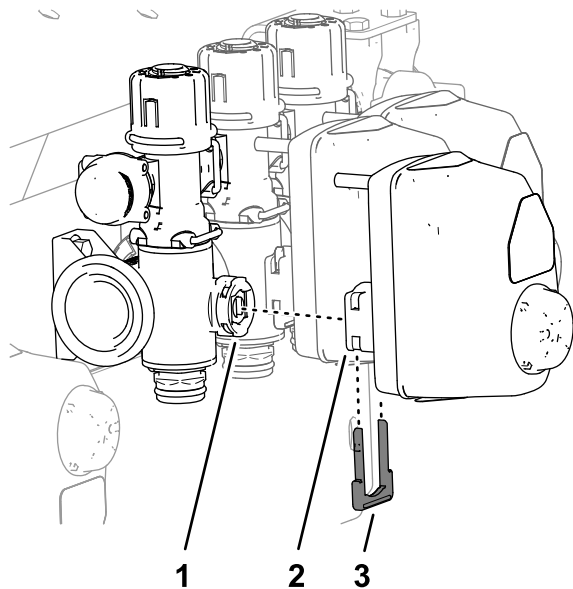

Figure 48
1. Retirez l'étrier qui fixe l'actionneur à la soupape de collecteur associée à la vanne de section (Figure 48).
2. Déposez l'actionneur de la soupape de collecteur (Figure 48).